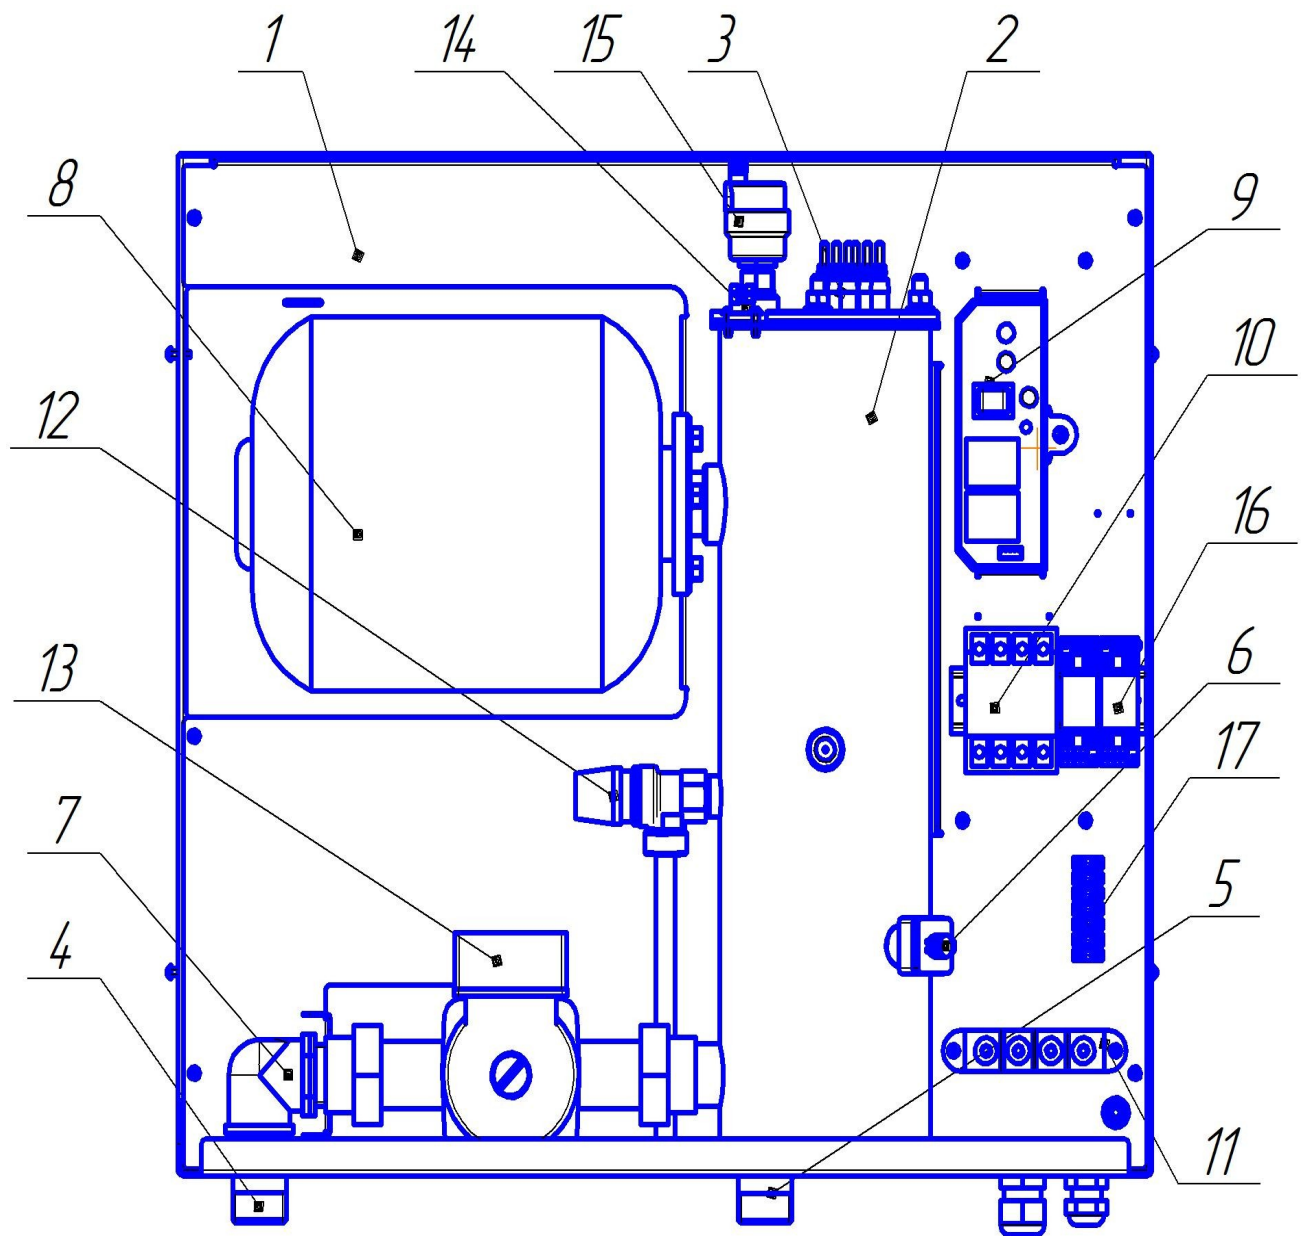

Рис.4 Компоновка котла
9.1 Пульт управления подключить к ЭВН-К (рис.3) через клеммы 17 (рис.4) согласно нанесенной маркировке.